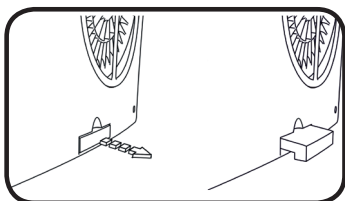

Abb. 1: Standfuß
1. Ziehen Sie den Standfuß aus der dafür vorgesehenen Öffnung auf der Rückseite des Gerätes (siehe Abb. 1).